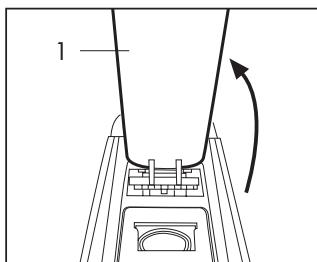
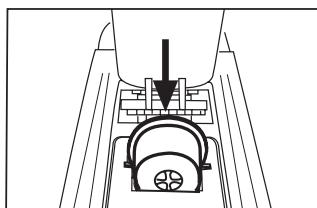

Fig. 8
Fig. 9
- Soulever lentement vers l'arrière (jusqu'à l'arrêt) le levier de commande (1) (**Fig. 8**) et introduire une capsule dans l'espace prévu (**Fig. 9**)